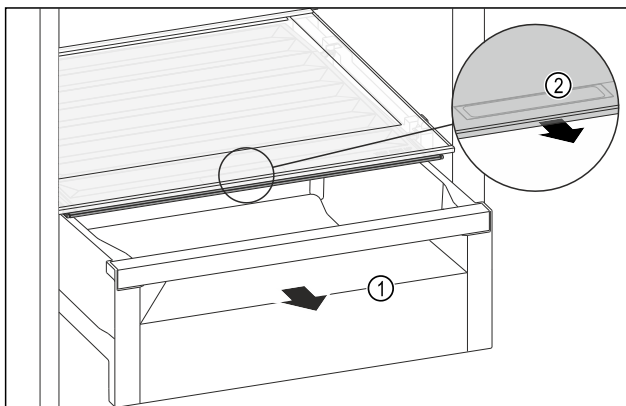

Fig. 187
- Schubfach Fig. 187 (1) herausziehen.
- Griffmulde Fig. 187 (2) am Fachdeckel anfassen und Fachdeckel gleichzeitig nach vorne ziehen.